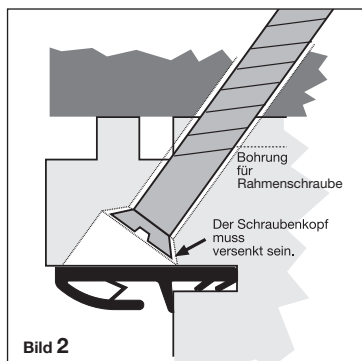
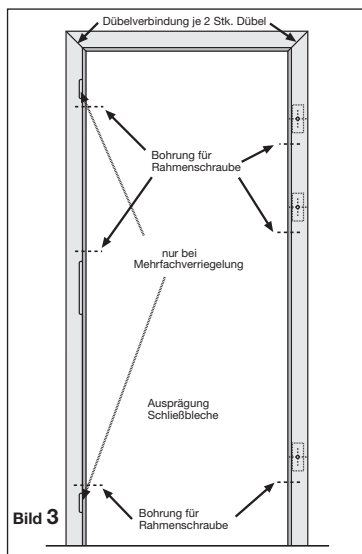

Bild 2
Bild 3
3) Den Blendrahmenstock an die Mauer stellen, waag- und senkrecht einrichten und mit Schraubzwingen fixieren. Die für die Befestigung vorgesehenen Bohrungen liegen hinter der Dichtung. **(Bild 2)** Die Verschraubung ist im Pfostenstock vorzubohren um ein Verrutschen des Stockes zu verhindern. Der Pfostenstock muss mind. 5 mal im Längsteil und 3 mal im Querteil verschraubt werden (Schrauben mind. 4,0x40mm) werden; **(Bild 3)** Band- und Schlossteil müssen fluchten;
2) Durch die vorgerichteten Bohrungen in den Längsfriesen, der Blendrahmenstock im Bereich der Bänder und des Schließblechs, mit Rahmenschrauben 7,5x112mm, dübellos mit dem Mauerwerk verbinden. **(Bild 2+3)** Hier ist unbedingt darauf zu achten, dass es zu einer